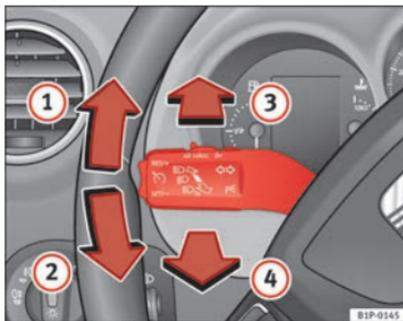

Fig. 76 Manípulo das luzes indicadoras de mudança de direcção e dos máximos
- Carregar a alavanca para cima, até ao batente para cima ⇒ Fig. 76 ①, para piscar à direita ou para baixo ②, para piscar à esquerda.
- Se os médios estiverem ligados, pressione o manípulo para a frente ⇒ Fig. 76 ③ para ligar os máximos.
- Pressione o manípulo na direcção do volante ⇒ Fig. 76 ④ para desligar os máximos.